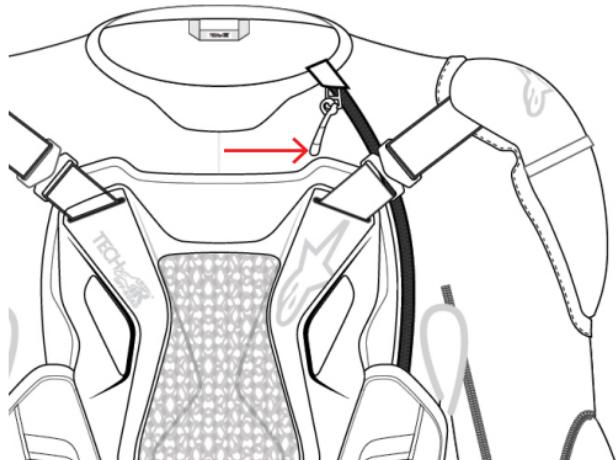

Figura 8: Accensione del sistema con la chiusura della zip di attivazione (1)
Per utilizzare il sistema Tech-Air® Off-Road, l'utente deve semplicemente indossare il sistema e chiudere la zip di attivazione (1) dal basso verso l'alto (Figura 8).